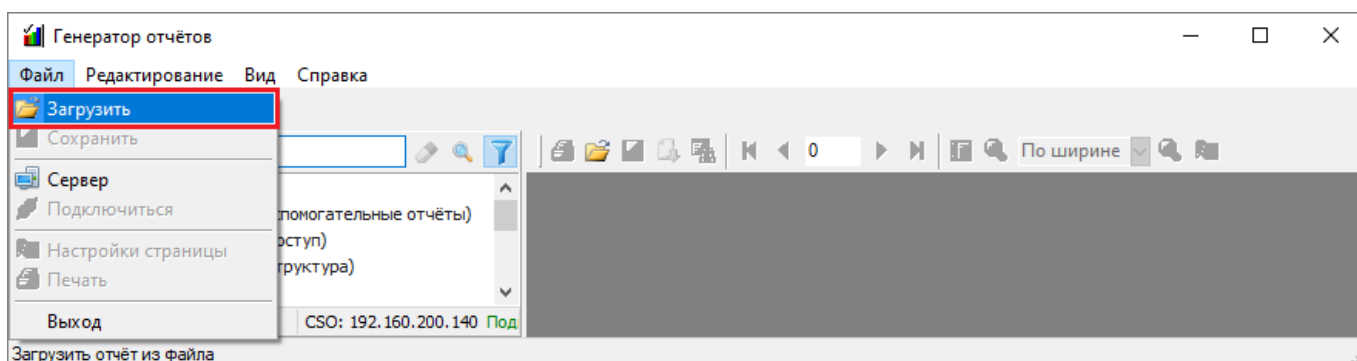

Рисунок 10-308 Загрузка отчета через меню "Файл"
- выберите в меню «Файл» (см. п. 10.5.1.1) пункт « Загрузить» (см. Рисунок 10-308);